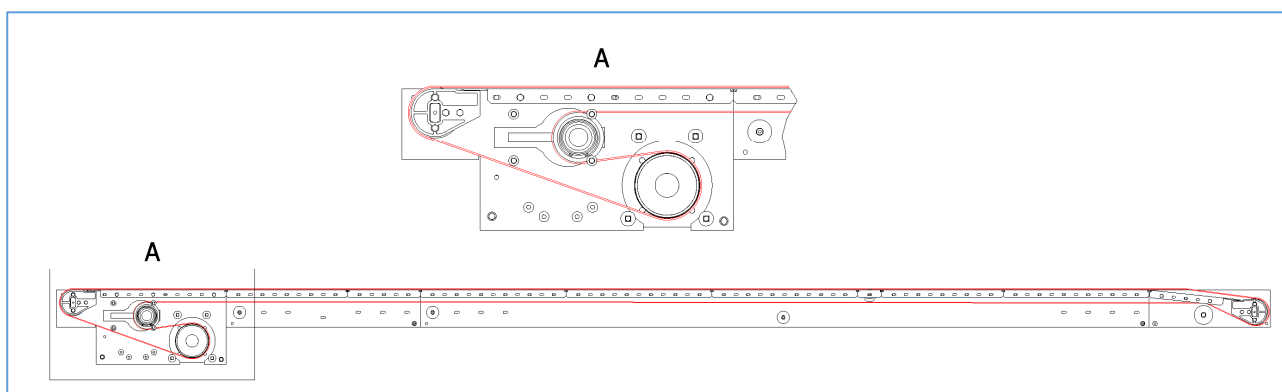
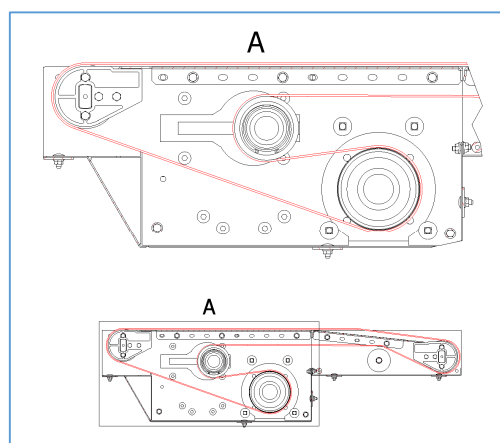

Figura 73 – passaggio del tappeto in un nastro modulare più lungo di 1200 mm (in alto e nel dettaglio A).
Figura 75 – passaggio del tappeto in un nastro modulare lungo di 1200 mm (in alto e nel dettaglio A)
- 9) Srotolare il tappeto sulla superficie del piano di scorrimento e farlo passare di sotto il nastro trasportatore, seguendo il percorso indicato in Figura 73 e Figura 75;
- 10) Inserire l'estremità del tappeto nella parte motrice, facendo passare il tappeto intorno al rullo di tiraggio (C), al rullo motore (B) ed ai rulli di ritorno tappeto (E), seguendo il percorso indicato nel dettaglio "A" Figura 73 e Figura 75;